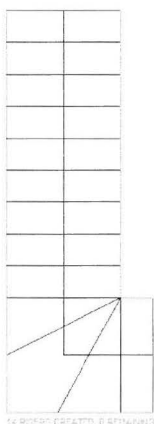

Fig. 10.42. Trappen.
- Tegn de to manglende trin (Fig. 10.42).